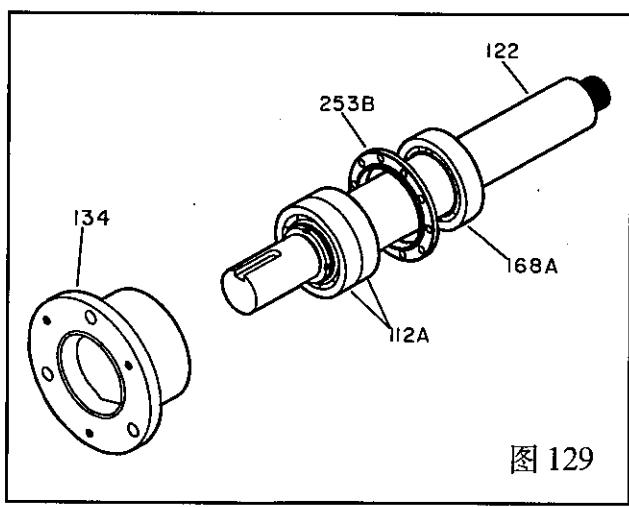

图 129
- 把轴 / 轴承组件放低装进轴承座(134)中。(图 129)